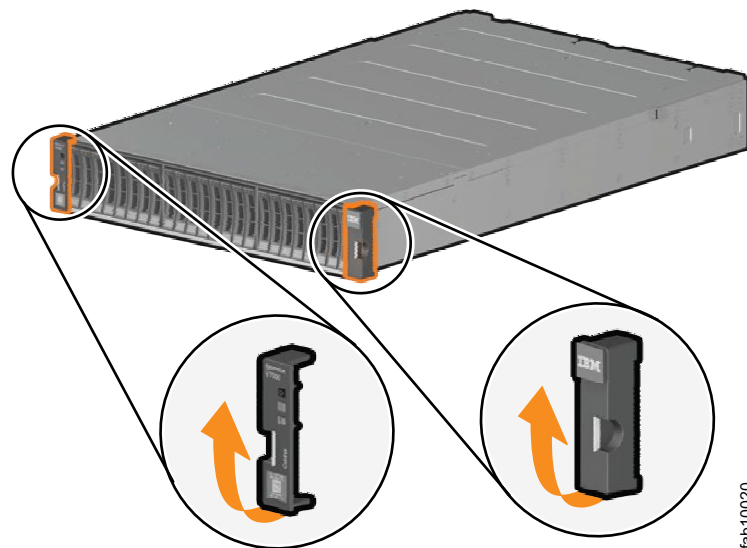

Figura 40. Removendo Tampas de Extremidade do Gabinete
1. Em um lado dos conjuntos de unidades, remova as tampas de extremidade do gabinete segurando pela alça e puxando a parte inferior da tampa da extremidade livremente, em seguida, liberando a presilha no alto do gabinete. (Consulte Figura 40.)